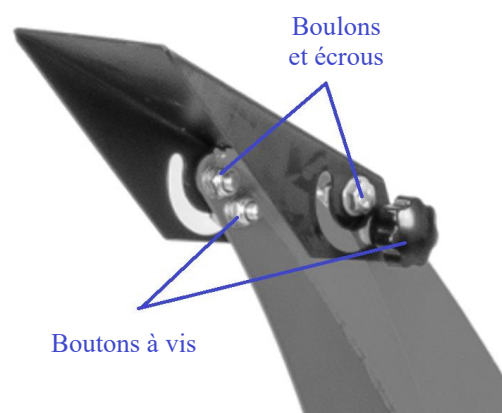

Fig. 7
- Fixez le déflexeur (15) à la goulotte de décharge (14) au niveau du point de pivot à l'aide des boulons et écrous fournis.
- Installez les boutons à vis sur le déflexeur à l'aide des écrous fournis. Ces boutons permettent de régler l'angle de décharge. Voir la figure 7 pour plus de détails.